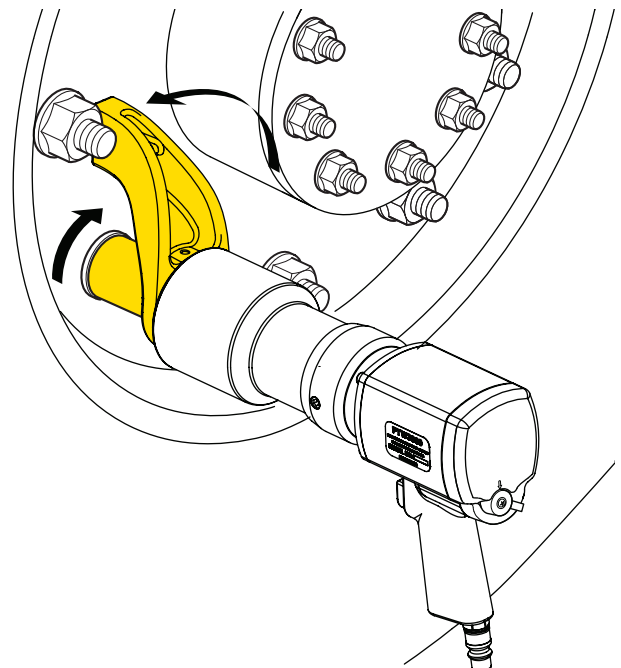

Abb. 8
- Abb. 8 zeigt die Position des Abstützarms, wenn sich der Vierkantantrieb im Uhrzeigersinn dreht.
11. Um Muttern oder Schrauben anzuziehen (oder ein Drehmoment im Uhrzeigersinn zu übertragen): Stellen Sie sicher, dass der Hebel auf Position „F“ eingestellt ist und dass der Abstützarm so positioniert ist, wie in Abb. 8 dargestellt. Drücken Sie anschließend den Auslöser und halten Sie diesen gedrückt, bis der Schlüssel einrastet.